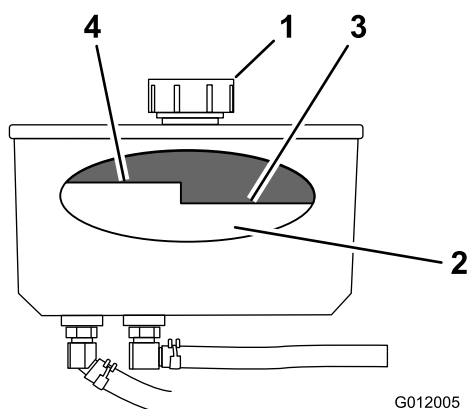

Figura 73
4. Limpie alrededor del cuello de llenado y el tapón del depósito de aceite hidráulico (Figura 73).
5. Retire el tapón del cuello de llenado (Figura 73).
Nota: El nivel de aceite debe estar por debajo del nivel caliente del tabique cuando el aceite está caliente (Figura 73).